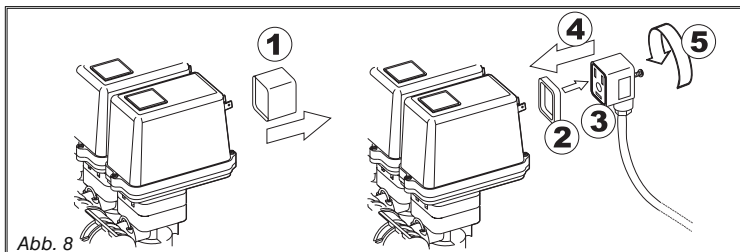

Abb. 8
- Alle zu den Ventilen reichenden Verbindungsstecker müssen vor ihrem Anschluss mit einer entsprechenden Abdichtung versehen werden (Abb. 8).
- Die Schutzkappe (1 auf Abb. 8) vom Elektroventil abnehmen.
- Die Dichtung (2) ausrichten, sie dazu auf den Stecker (3) fügen, dann den Stecker durch Eindringen bis auf Anschlag (4) anschließen: **Beim Einstecken darauf achten, dass die elektrischen Kontakte am Ventil nicht verbogen werden.**
- Die Schraube (5) bis zur kompletten Feststellung einschrauben.